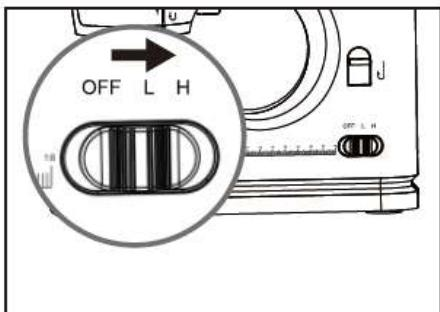

Fig.13
- 6. Schuif de aan/uit-schakelaar naar de stand „L“ (lage snelheid) of „H“ (hoge snelheid) en de machine start automatisch met naaien. Wij bevelen aan dat beginners de lage snelheid gebruiken (Fig.13).